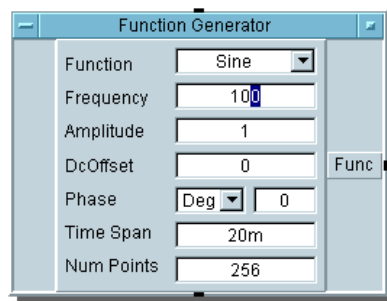

図 1-28. [Frequency] フィールドの数字を強調表示する
7. [Frequency] フィールドの数値 100 の右側をクリックします。次に、マウスのボタンを押したままマウスを左へ動かして、図 1-28 のように最後の 0 が強調表示されるようにします。